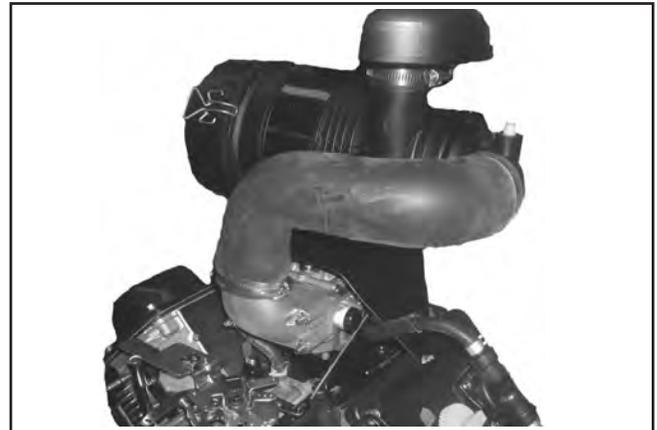

Abbildung 11-98. Montierter Hochleistungsluftfilter (zweizylindriger Vergaser).
4. Die Leitung des Luftfilters an das Kurvenstück oder den Adapter auf dem Vergaser anschließen und mit einer Klemme fixieren. Den Deckel auf dem Einlass des Luftfilters montieren und anziehen. Siehe Abbildung 11-98.